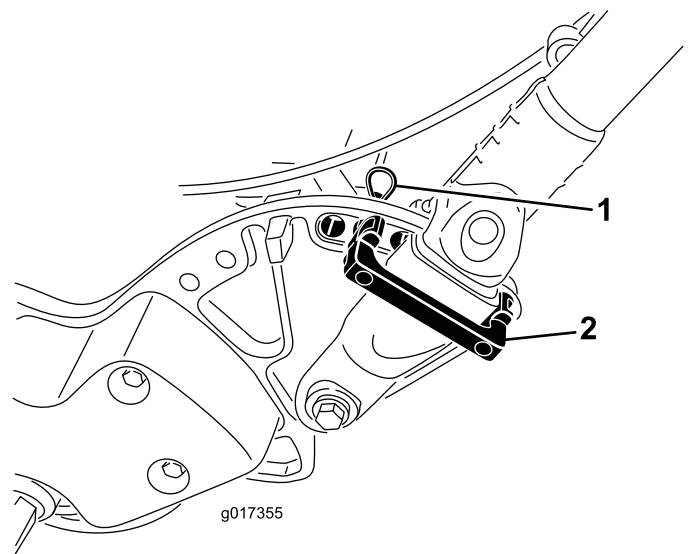

Figura 9
2. Gire el manillar a la posición deseada, inserte un seguro de retención por encima de la abrazadera del manillar y a través de los taladros correspondientes de la chapa lateral (Figura 9).
3. Sujete la abrazadera con un pasador de horquilla (Figura 9).
1. Sujete el manillar mientras retira las bridas que sujetan las abrazaderas a las chapas laterales (Figura 9).